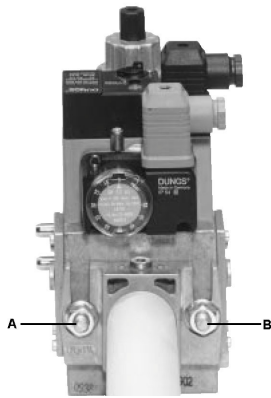
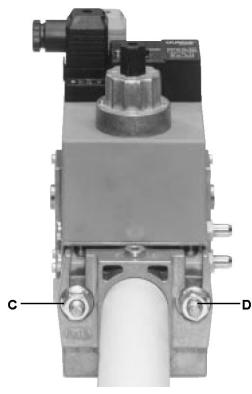
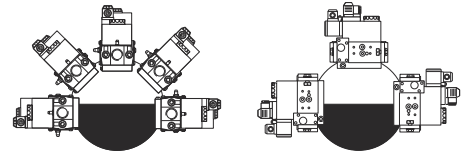

Fig. 5
Fig. 6
Fig. 8
3. apretar los tornillos A, B, C y D (Fig. 5 - Fig. 6), respetando las posiciones de montaje (Fig. 8);
1. Aflojar los tornillos A y B, no destornillarlos (Fig. 5 e Fig. 6).
2. Desatornillar los tornillos C y D (Fig. 5 e Fig. 6).